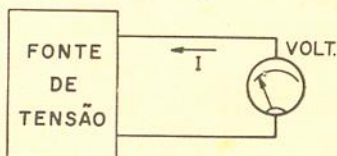

FIG. 1
Aplicando um voltímetro comum diretamente a uma fonte de tensão (fig. 1), é óbvio que circulará através do instrumento alguma corrente (I), cujo valor será determinado pela resistência interna do mesmo. Se essa resistência for baixa a corrente será alta, podendo ocasionar uma queda de tensão na fonte. Na figura 2 vemos uma fonte de tensão com um resistor de carga (R) e, em paralelo com este, um voltímetro cuja resistência interna é inferior a R. Suponhamos que R seja de 1000 ohms e que a resistência interna do voltímetro (R_i) seja